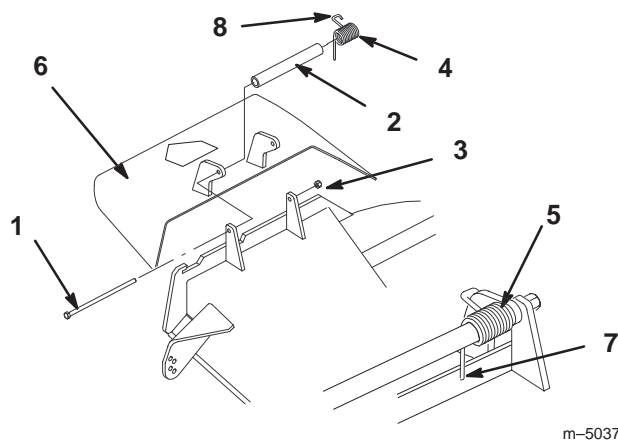

Figure 66
- Retirez le contre-écrou, le boulon, le ressort et l'entretoise qui fixent le déflecteur aux supports de pivot (Fig. 66). Enlevez le déflecteur s'il est endommagé ou usé.
Remarque : Prenez soin de placer l'extrémité droite du ressort derrière le bord du plateau avant de mettre le boulon en place, comme indiqué à la Figure 66.
- Remettez le boulon et l'écrou. Accrochez l'extrémité crochue du ressort au déflecteur d'herbe (Fig. 66).